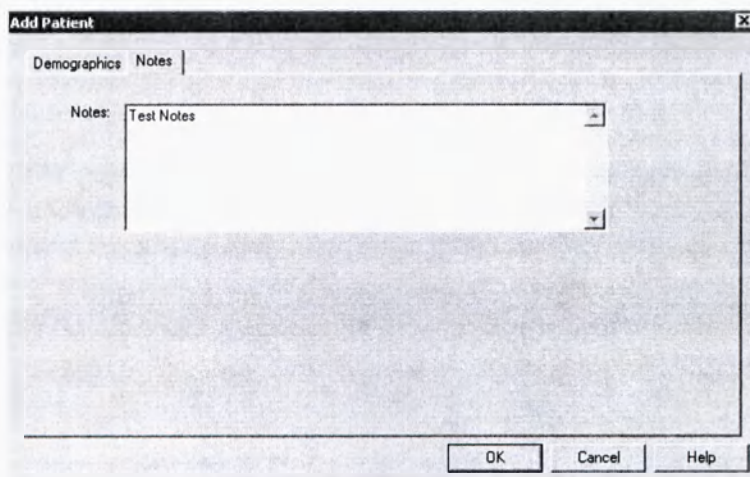

Figure 8.3 – Add Patient (Добавление пациента), окно Notes (Примечания)
- Выберите вкладку **Notes** (Примечания) в окне **Add Patient** (Добавление пациента) (Рисунок 8.3).